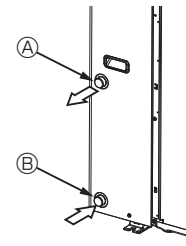

Fig. 4-1
### 4.1. Свързване на водопроводните тръби (Fig. 4-1)
- Мястото на входната и изходната тръба е показано на Fig. 4-1.
[Fig. 4-1]